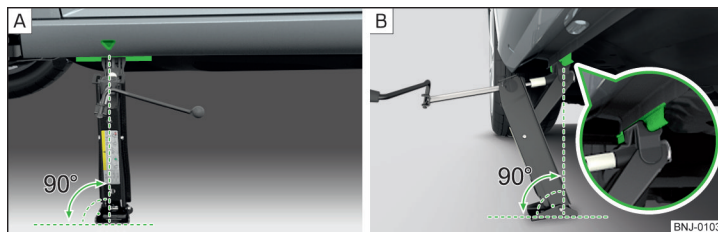

Fig. 186 Applicazione del martinetto
- Posizionare la piastra del martinetto su una base dritta con tutta la sua superficie e accertarsi che il martinetto si trovi in posizione perpendicolare alla cresta di applicazione » **fig. 186 - [A].**
- Posizionare il martinetto e agendo sulla manovella alzarlo fino a che la sua staffa non cinge la cresta » **fig. 186 - [B].**